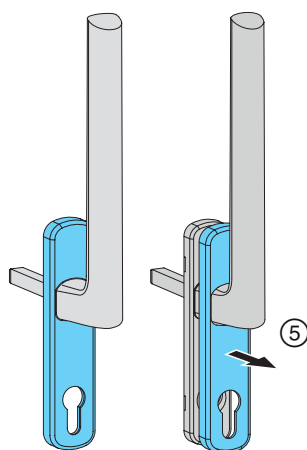

Abb. 34
- ⑤ Adeckkappe von Griffrosette lösen; **Abb. 34.**